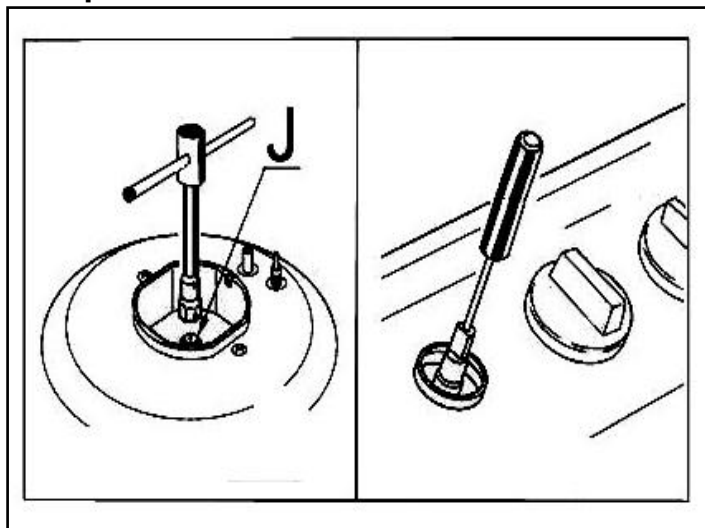

Рис. 9
- Выверните жиклеры «J» (см. рис. 9) торцевым ключом на 7 мм и замените их подходящими (см. таблицу «Диаметры жиклеров, мм»). Жиклеры маркируются указанием диаметра отверстия в миллиметрах в верхней части жиклера;
- Вставьте маленькую отвертку с плоским жалом в стержень вентиля (см. рис. 9). В вентилях, оборудованных